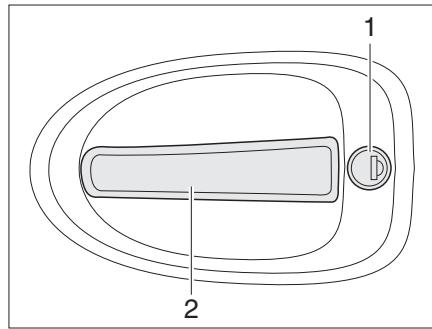

Bild 50 Türschloss Fahrtür, außen
- Schlüssel in Schließzylinder (Bild 50,1) stecken und drehen, bis das Türschloss entriegelt ist.
- Am Türgriff (Bild 50,2) ziehen. Die Tür ist geöffnet.
- Schlüssel in Schließzylinder (Bild 50,1) stecken und drehen, bis das Türschloss verriegelt ist.